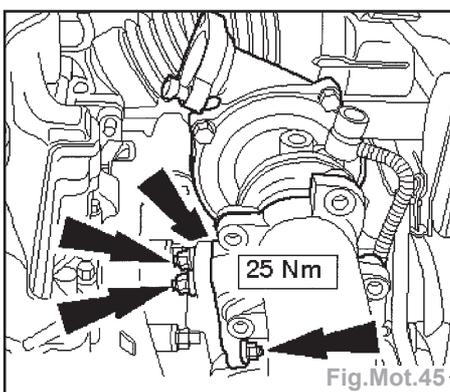

Fig.Mot.45
- Déposer le turbocompresseur (Fig.Mot.45).